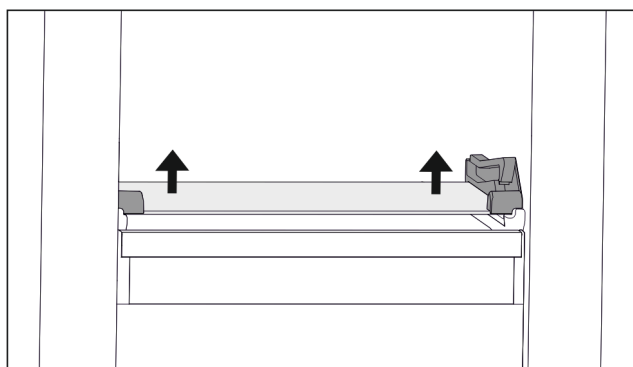

Fig. 61 Sklenená doska sklopnej zásuvky
- ▶ Na oboch stranách potlačte sklenenú dosku zospodu nahor. (pozri Fig. 61)